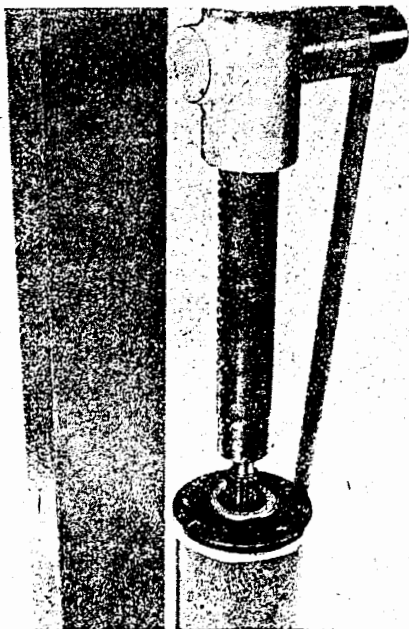

Bild H 23. Herausdrücken der Ritzelwelle aus der Flanschbuchse
6. Ritzelwelle – unter Verwendung einer entsprechenden Unterlage auf einer Dornpresse – aus den Lagern und damit aus der Flanschbuchse herausdrücken (Bild H 23).